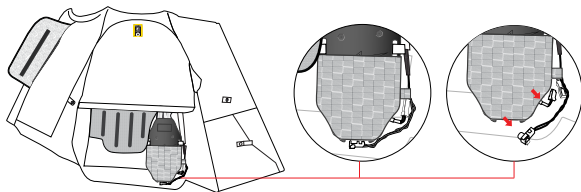

図12
2. インフレーターハウジング (4) にアクセスし、バッテリーに接続されているケーブル (バッテリー コネクタ、6) とインフレーターのスクリューコネクタ (5) をインフレーターから外します (図 12)。